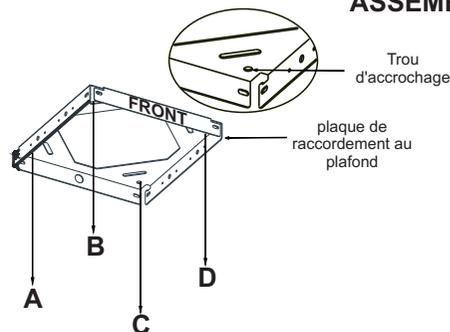

Figure 3
**Installation de la plaque de raccordement au plafond :** L'autocollant avant (figure 3) sur la plaque de raccordement au plafond et le panneau de contrôle de la cheminée de la hotte doit avoir le même sens.